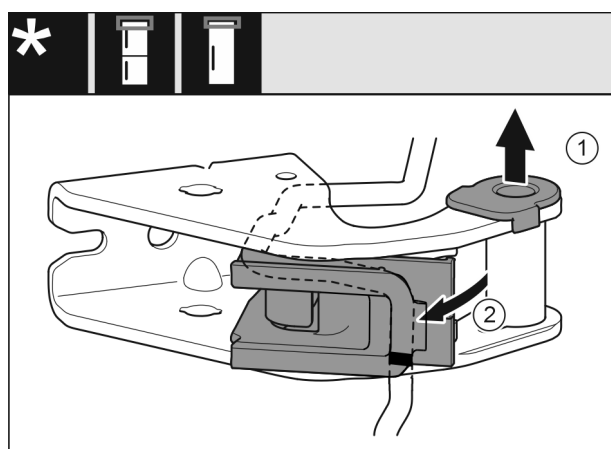

Fig. 14
- ▶ Ležajno dozo povlecite iz vodila. Fig. 14 (1)
- ▶ Držalo kabla obrnite navzven. Fig. 14 (2)